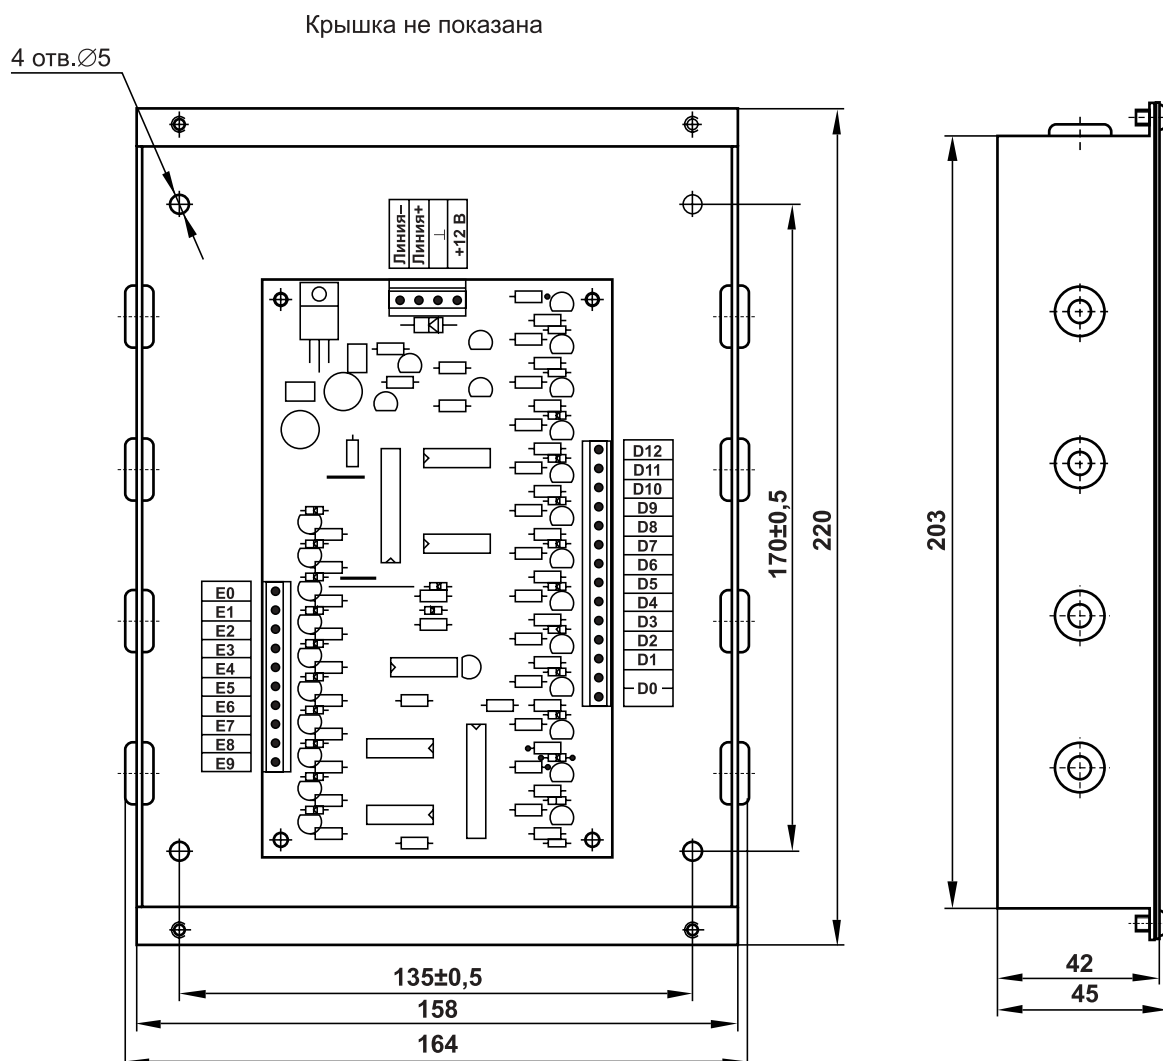

Рис.1. Габаритный чертеж коммутатора.
- Снимите крышку коммутатора. В днище имеются 4 отверстия для крепления устройства (см. рис. 1).